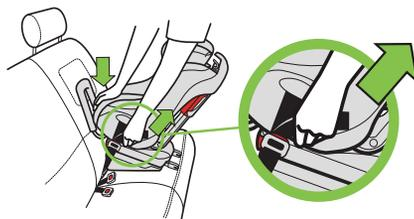

Figura 51
- Presione el centro del asiento de seguridad para oprimir el cojín del asiento del vehículo y soltar el extremo del cinturón LATCH para la posición viendo hacia atrás a fin de apretarlo, como se ilustra en la **figura 51**.